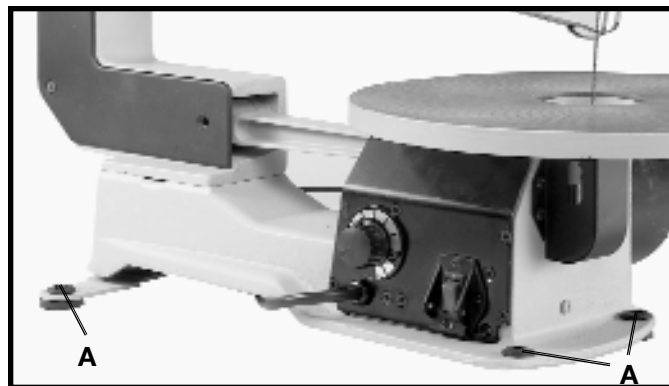

Fig. 16
La scie à découper DOIT être bien fixée à un socle ou à un établi en utilisant les trous des quatre pieds de caoutchouc, dont trois sont montrés en (A) fig. 16. **IMPORTANT** : lors de l'assemblage de la scie à un socle ou à un établi NE PAS trop serrer les boulons de montage. Laisser un certain jeu dans les quatre pieds de caoutchouc (A) pour absorber le bruit et les vibrations.